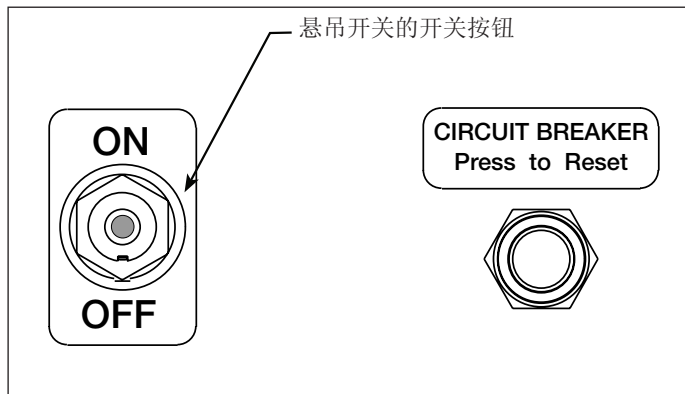

图 6 - 泵控制面板
5.1 泵开关（见图 6）
4. 将设备连接到电源上。将泵电源开关置于“ON”位置。见图 6。